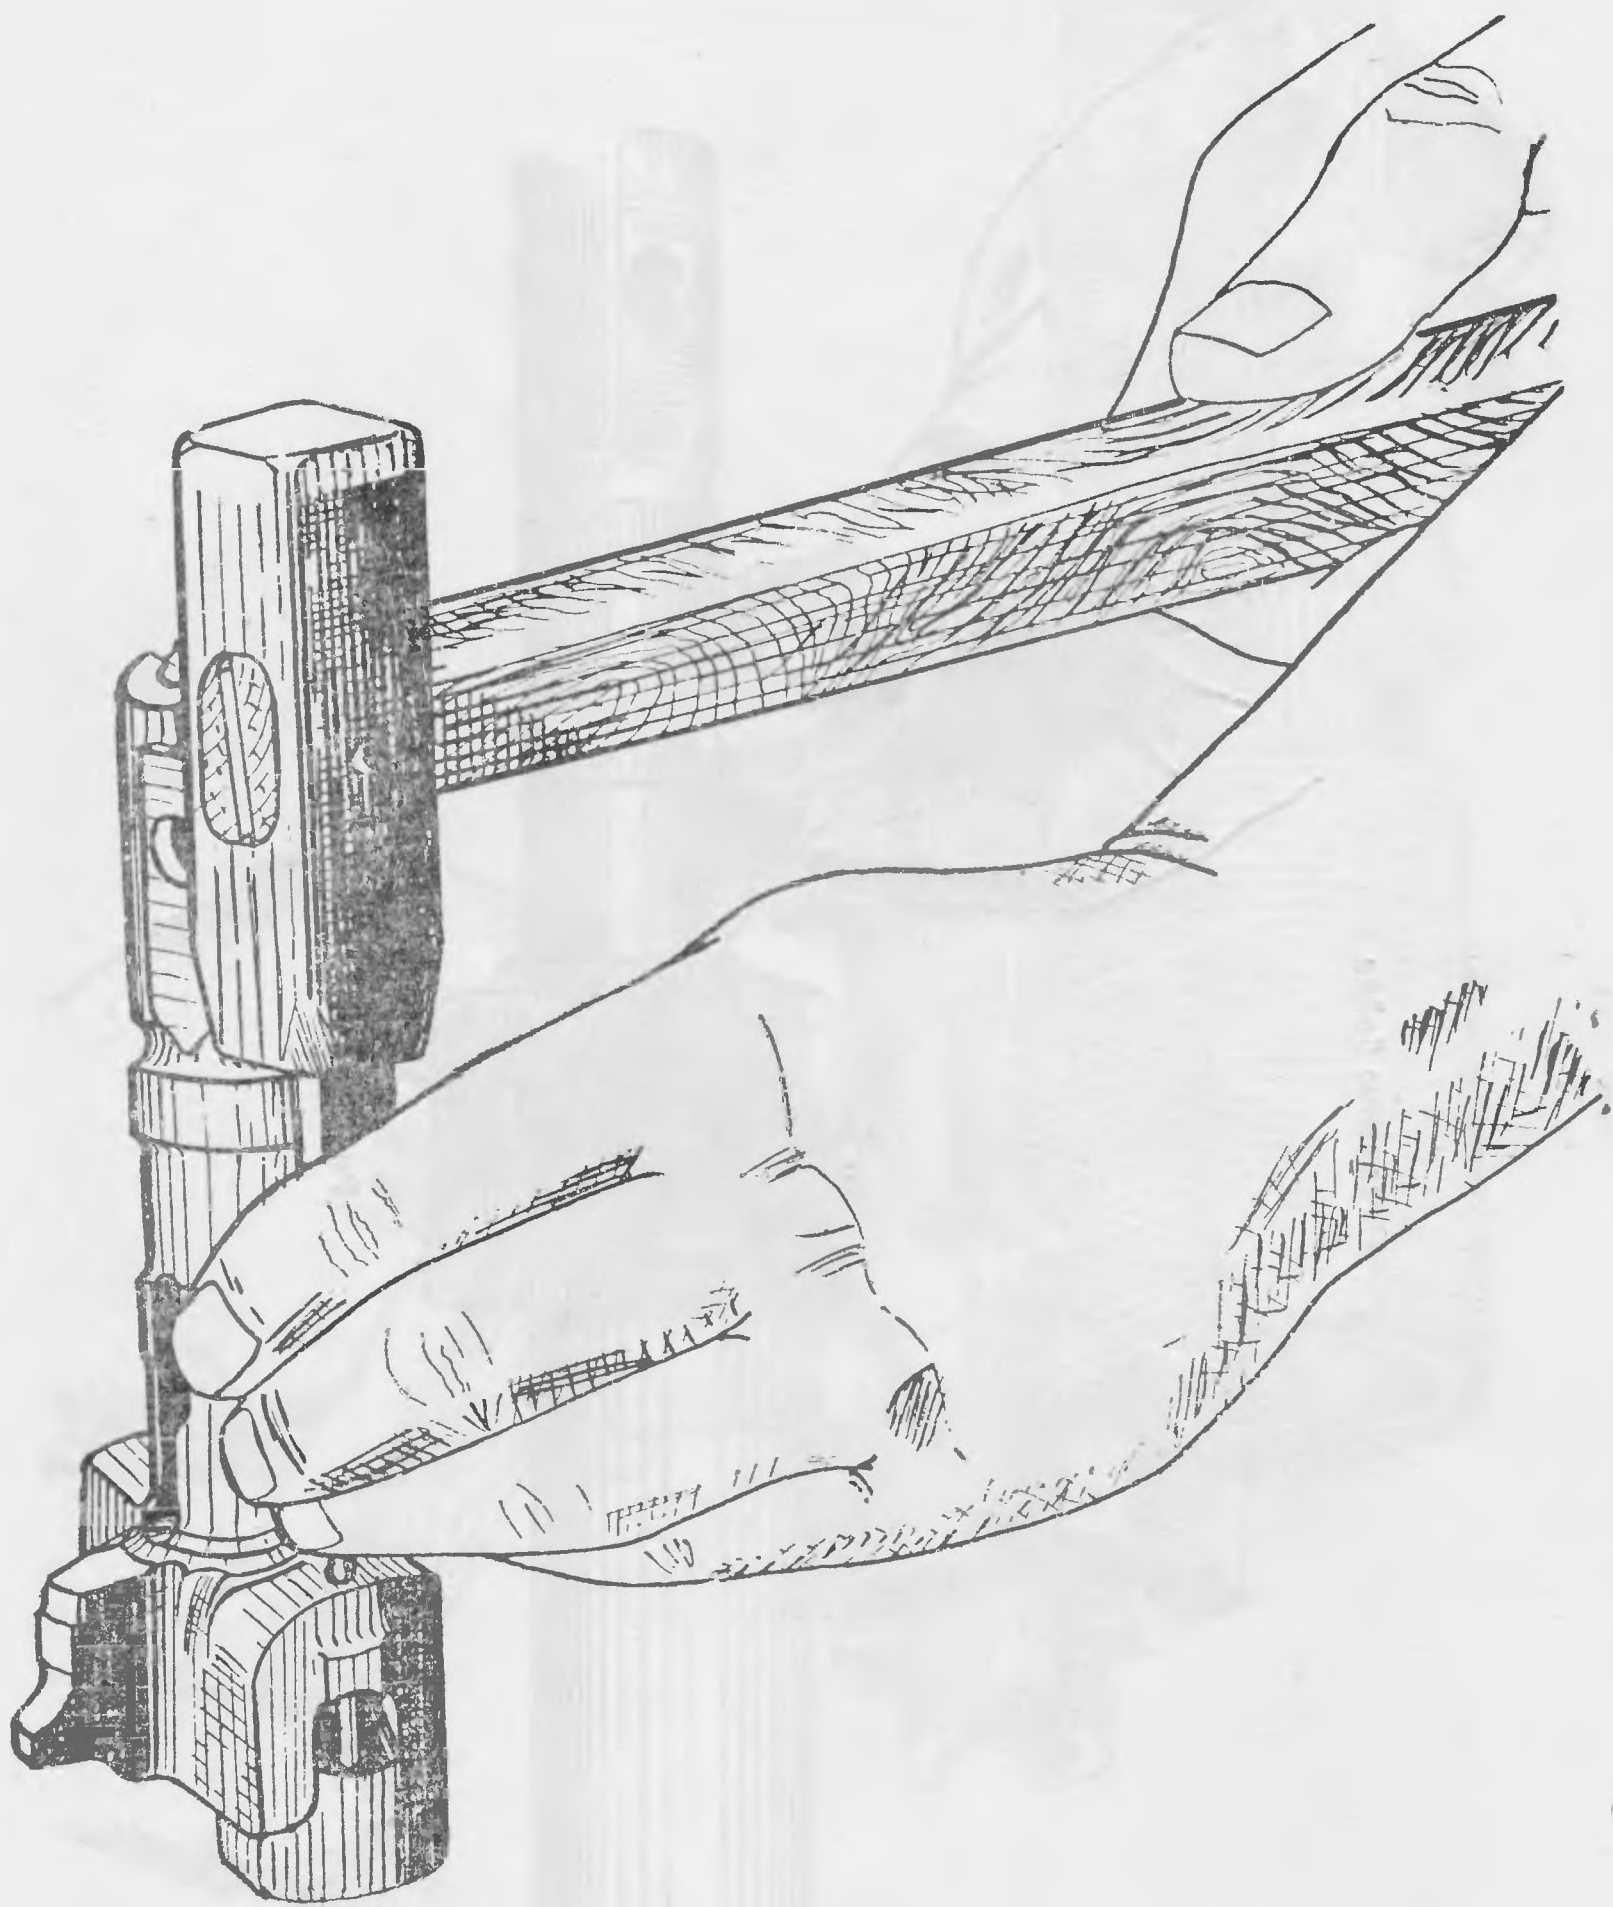

Рис. 7.13
5) выбейте из затвора с помощью выколотки Ø3 штифты (рис. 7.13) до момента, когда они выйдут из затвора;